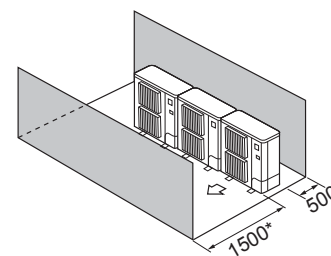

Fig. 2-12
- ④ Enbart hinder på framsidan och baksidan (Fig. 2-12)